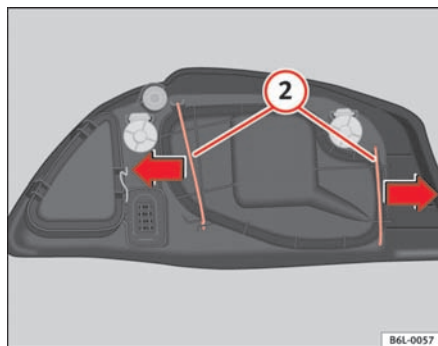

Fig. 145 Nærlyspære
- Fjern bøjlerne ② ⇒ fig. 145 i pilens retning, og tag afdækningen af.
- Sæt kunststofafdækningen og bøjlerne på ② ⇒ fig. 145.